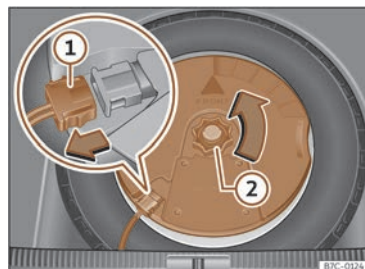

Fig. 206 Al maleter: desmuntar el subwoofer.
- Desconnecteu el cable de l'altaveu subwoofer >>> fig. 206 ①.
- Gireu la rodeta de fixació en sentit contrari a les agulles del rellotge >>> fig. 206 ②.